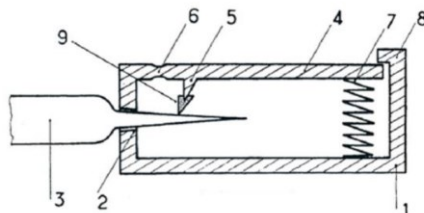

Figure 2 : Une variante du dispositif
[0008] [Fig.2] représente en coupe, une variante de ce dispositif.
[0011] Dans la forme de réalisation selon la figure 2, le boîtier (1) comporte en partie supérieure du petit côté opposé à l'orifice (2), un rebord (8) intérieur contre lequel l'extrémité du levier (4) vient en butée en position de repos.